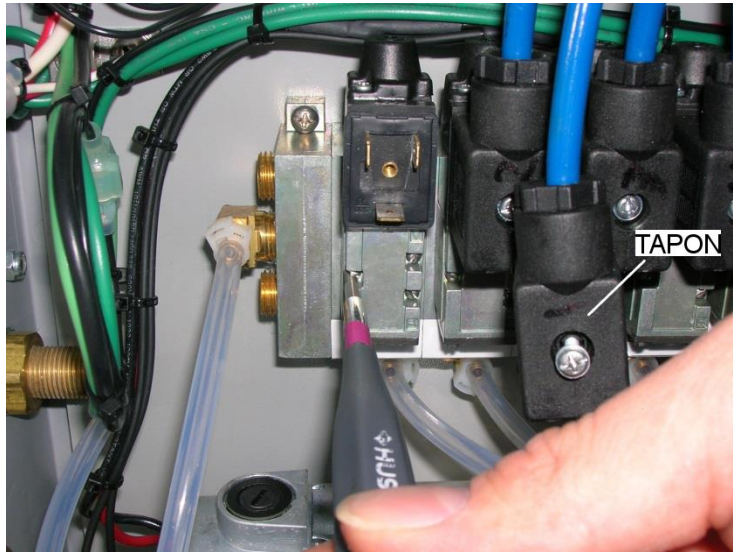
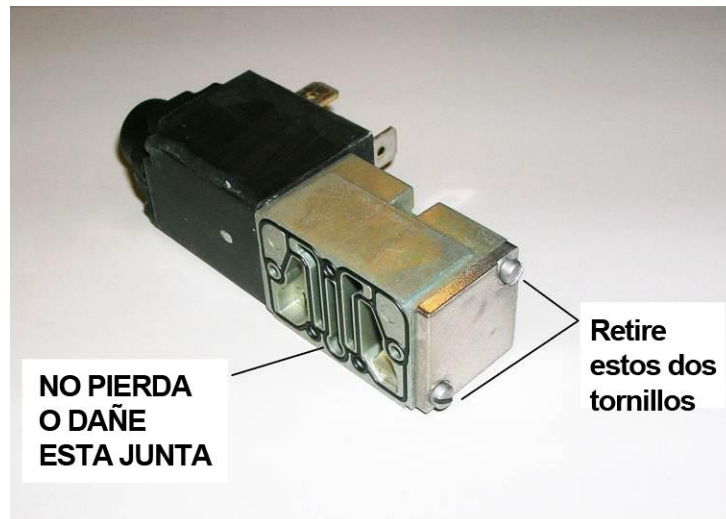
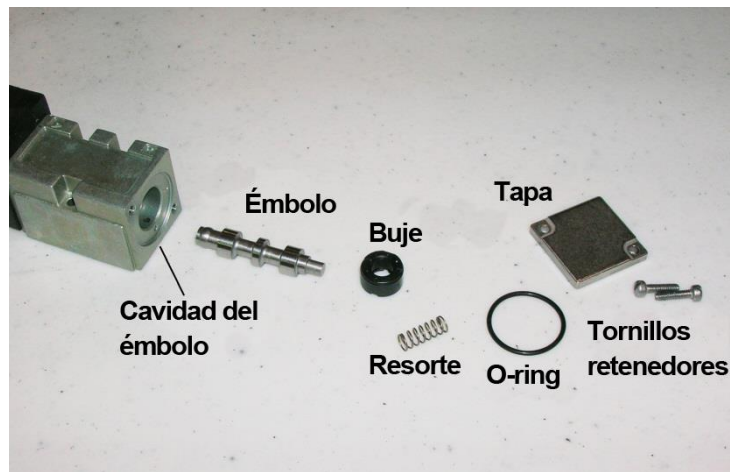

Figura 5-1
Figura 5-2
Figura 5-3
1. Remueva el tapón del solenoide con un destornillador Phillips (no pierda el empaque del tapón. (Figura 5-1).
2. Remueva los tres tornillos y el solenoide con un destornillador pequeño de cara plana (Figura 5-1). Note el empaque negro en la parte inferior (Figura 5-2). **No pierda o dañe este empaque.**
3. Usando el destornillador plano pequeño, remueva los dos tornillos de la tapa metálica cuadrada. (Figura 5-2). Remueva cuidadosamente el resorte, el o-ring, buje y embolo. (Figura 5-3). Limpie el embolo y su cavidad con un spray lubricante y un hisopo.